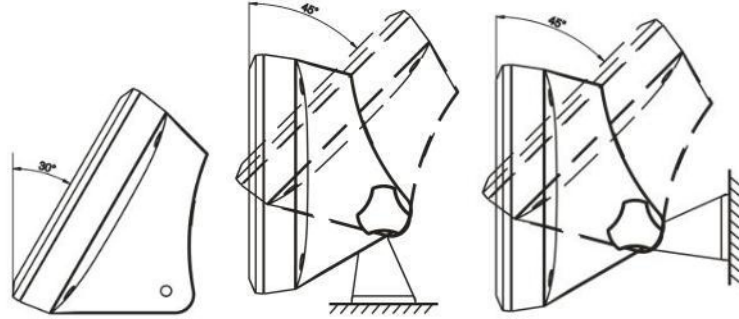

Abbildung 2-6: Einstellung der Halterung zur Montage an einer Wand oder einer Säule
2. Mit der Halterung sind verschiedene Einstellungen möglich, siehe Abbildung 2-6.